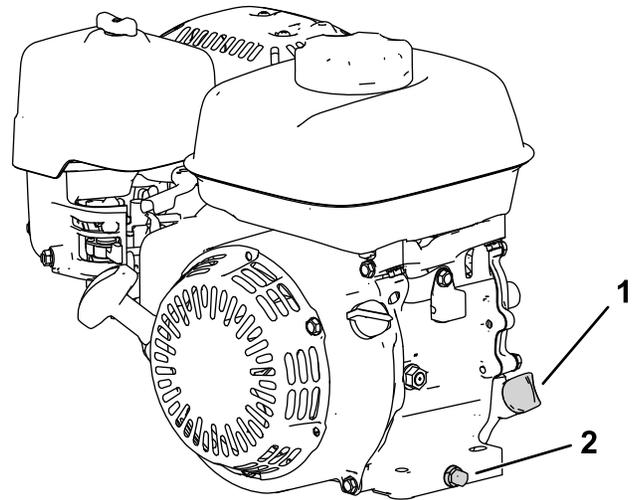

Bild 31
2. Stellen Sie die Maschine so, dass der Motor eben steht, und reinigen Sie dann den Bereich um das Ölfüllrohr (Bild 31).
- Entfernen Sie die Ablassschraube, die Unterlegscheibe und den Peilstab (Bild 31).